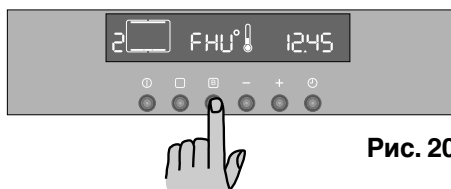

Рис. 20
4. нажмите кнопку **B**. На дисплее появляется “FNU” (Рис. 20);